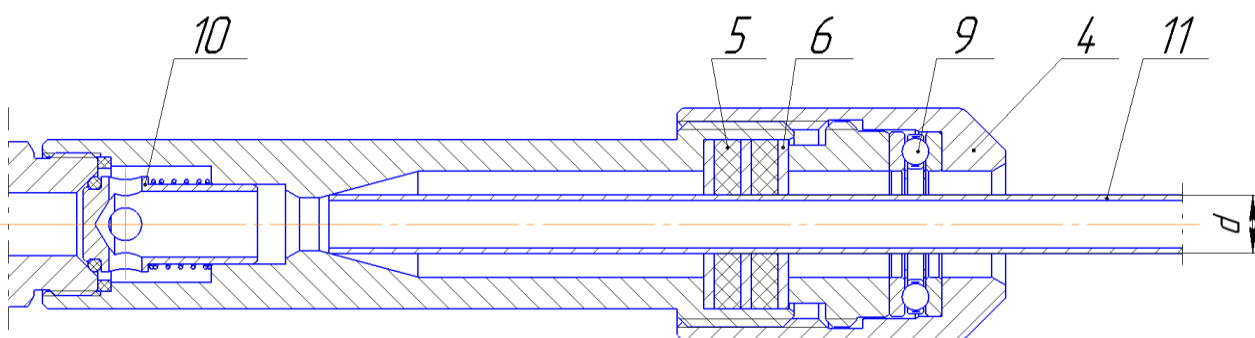

Рис.2 Устройство зажима трубы.
4.2 Кислород в копьедержатель поступает по рукаву присоединенному ниппелем dy12 или d16 7 к штуцеру шарового крана накидной гайкой 8, имеющей правую резьбу М24х1,5 и далее через кран шаровый, в трубу из малоуглеродистой (менее 0,3%) стали 11, закрепленную в копьедержателе резиновыми прокладками (рис.2). Для уменьшения трения при затяжке гайки зажима внутри неё имеется упорный подшипник 9.
5.7 Для замены копыя отпустите гайку зажима до ослабления силы зажатия и вытащите остаток трубы. После чего установите новую трубу и зажмите ее гайкой, для чего рекомендуется снять гайку (упор, удерживающий подшипник, находящийся внутри гайки вынимать не следует, а при самовыкручивании - установить на место). надеть на новую трубу гайку и пакет шайб и прокладок в соответствии с рис.2 и установить его гнездо рукоятки, после чего вдвинуть трубу в рукоятку до упора. После чего навинтить гайку зажима так чтобы разжавшиеся прокладки удерживали трубу. Попытка установки трубы в сжатые прокладки может привести к их повреждению.